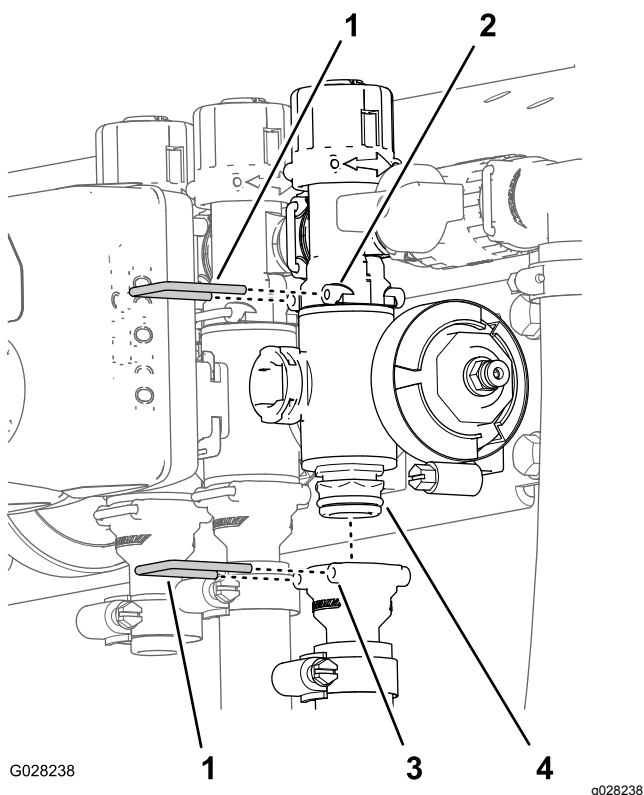

Figura 95
2. Retire las horquillas de retención que sujetan el conector de salida al distribuidor de la válvula de sección y el distribuidor de la válvula al acoplamiento de desvío (Figura 95).